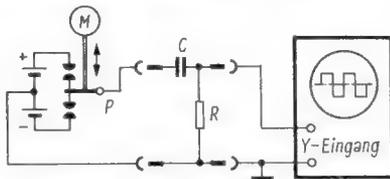
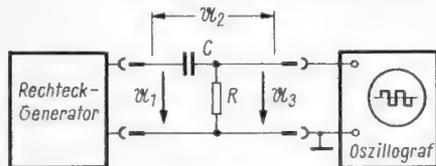

Bild 11. Erzeugung von Rechteckwellen mit einem mechanischen Schalter
Bild 22. Prinzipschaltung zum Untersuchen von CR-Gliedern
Der Schluß des ersten Teiles dieser Arbeit, der in der FUNKSCHAU 1965, Heft 19, Seite 533, erschien, erläuterte die Erzeugung von Rechteckwellen durch einen einfachen mechanischen Wechselschalter nach Bild 11. Bei Rechteckschwingungen unterscheidet man nach Bild 12 die positiven und negativen Dächer, die Umschaltflanken, die Impulsfolgefrequenz (Pulsfrequenz) und das Dachlängenverhältnis.
In der Schaltung nach Bild 22 ist gegenüber Bild 11 der mechanische Zerrhacker durch einen elektronischen Rechteckgenerator er-
In den Bildern 23 bis 34 wurde die Differentiation und Integration von Impulsen gezeigt, die zwischen einem von Null gleichermaßen verschiedenen positivem und negativem Wert wechseln (Zeit- und Spannungssymmetrie). Es kommt aber durchaus vor (z. B. Synchronimpulse im Fernsehgerät), daß auf ein RC- bzw. CR-Glied gleichgerichtete Impulse treffen. Eine solche Impulsfolge ließe sich in der Schaltung nach Bild 112) verwirklichen, wenn eine Batterie entfernt und der zugehörige Kontakt an Masse gelegt würde. Die vor dem CR-Glied liegende Gleichspannung wird durch den Kondensator abgeriegelt. Nach der Differentiation ist nun nicht mehr zu erkennen, ob der Spannungssprung vor dem CR-Glied sich zwischen Null und +100 % oder zwischen Null und  $\pm 50$  % bewegte. Die Abriegelung der Gleichspannung im CR-Koppelglied eines Verstärkers ergibt als Vorteil das Speisen mehrerer Verstärkerstufen aus einer Spannungsquelle. Als Nachteil erscheint die Begrenzung des Frequenzbereiches nach unten.
2) Bild 11 siehe Seite 561.